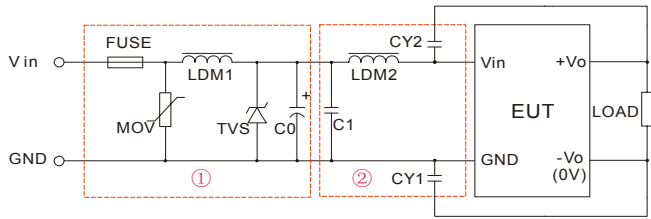

图 1
注：图 1 中第①部分用于 EMS 测试部分；第②部分用于 EMI 滤波(Class B)，可依据需求选择。
EMI 测试效果图(推荐电路见图 1-②)